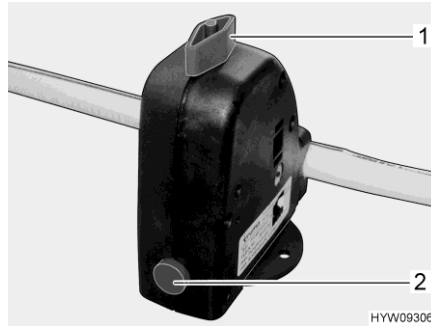

Bild 171 Sicherheits-/Ablassventil (Boiler)
Der Boiler ist mit einem Sicherheits-/Ablassventil (Bild 171) ausgestattet. Das Sicherheits-/Ablassventil verhindert, dass das Wasser im Boiler einfriert, wenn bei Frost die Heizung nicht eingeschaltet ist.
- Sicherheits-/Ablassventil schließen. Dazu den Drehknopf (Bild 171,1) quer zum Sicherheits-/Ablassventil drehen und den Druckknopf (Bild 171,2) hineindrücken.
- Sicherheits-/Ablassventil öffnen. Dazu den Drehknopf (Bild 171,1) längs zum Sicherheits-/Ablassventil drehen. Der Druckknopf (Bild 171,2) springt heraus. Der Boiler wird über das Sicherheits-/Ablassventil nach außen entleert.